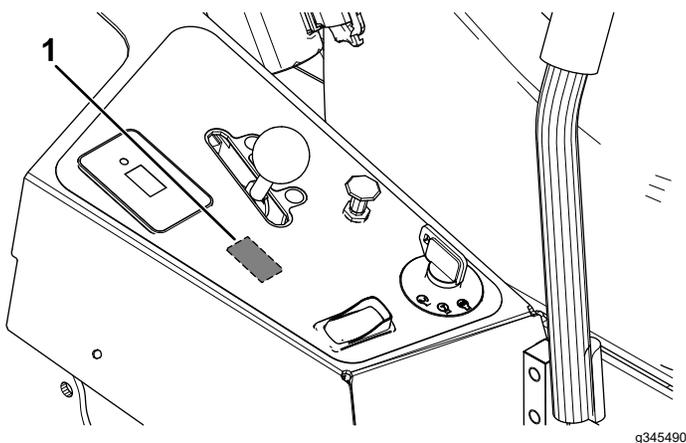

Bild 5
1. Schneiden Sie die Öffnung im Aufkleber am Bedienfeld für den Scheinwerfer-Kippschalter aus (**Bild 5**).